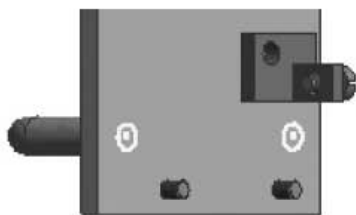

Рис. 9.90. Спроецированные отверстия ручки
22. Создайте в ПП два отверстия для крепления ручки, для чего выберите команду Модель ▶ Эскиз ▶ Создать 2D эскиз (для удобства можно отключить видимость платы и выбрать Вид ▶ Представление модели ▶ Стиль отображения — Каркасный) и спроецируйте оба отверстия в ручке в текущий эскиз (Проецирование геометрии ) (рис. 9.90).